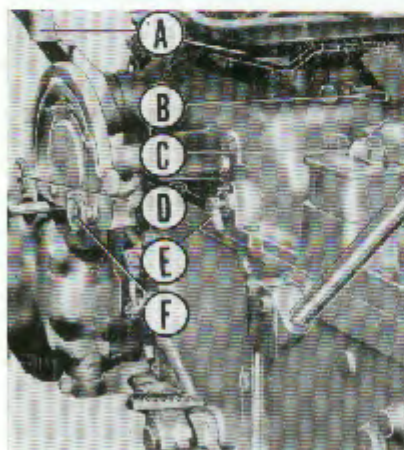

Fig. 8
- Une petite manette (E, fig. 8) située sur le côté droit du carter de relevage permet le réglage de sensibilité de réaction. Les réactions lentes sont obtenues en vissant la manette et les réactions rapides en dévissant. La course de cette manette est limitée par une butée.
- Une autre manette munie de 2 doigts butées (B, fig. 8) placée à gauche du siège et portant les signes « + » et « — » permet de sélectionner la vitesse de descente ; quel que soit le poids de l'instrument.